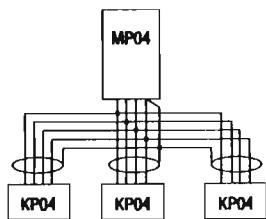

fig.2
- Nel caso di installazione di più tastiere (max4) è possibile il collegamento a stella (fig.2), a festone (fig.3) o misto fra i due.